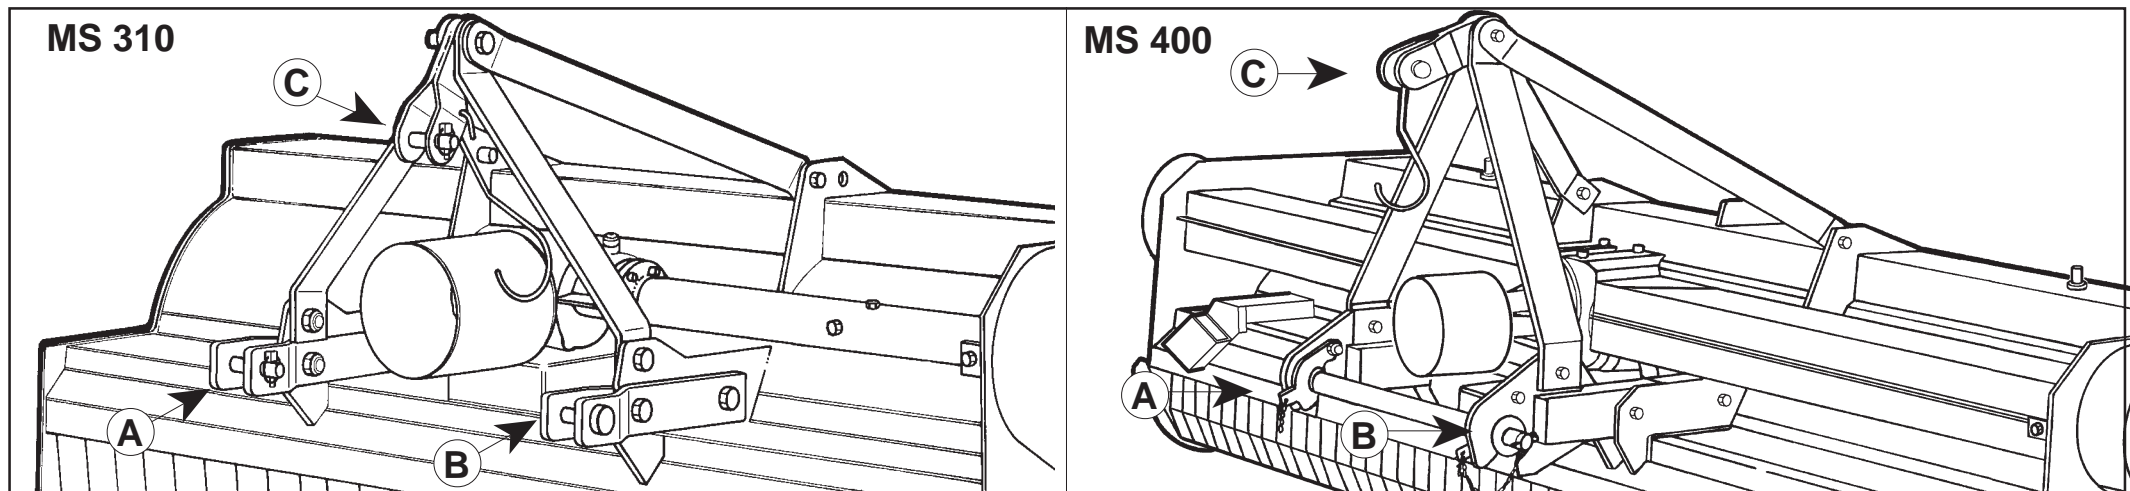

Fig. 10
Le piastre (A-B-C Fig. 10) vanno montate sempre e solo come illustrato in Fig. 10 con i fori posizionati anteriormente al tubo quadro.
*The plates (A-B-C fig. 10) are always mounted only as illustrated in fig. 10, with the holes positioned in front of the square tube.*
Die in Abb. 10 mit A-B-C angeführten Platten haben stets wie in dieser Abbildung aufgezeigt montiert zu werden - d.h. die Lochungen werden vor das Flachrohr gesetzt.
*Les plaques (A-B-C Fig. 10) ne doivent être montées que comme illustré sur la Fig. 10 avec les trous positionnés à l'avant du tube carré.*
Las placas (A-B-C Fig. 10) tienen que instalarse siempre y sólo como ilustrado en la Fig. 10, con los agujeros colocados adelante del tubo cuadrado.
- 1- Accostare le barre del sollevatore ponendole all'interno delle piastre (A-B-C Fig. 10), inserire il perno nel foro predisposto e bloccare con le copiglie a scatto.
- 1- *Near the lift bars, setting them in the most suitable plates (A-B-C Fig. 10). Insert the pin into the relative hole and lock in place with the snap-in split pins.*
- 1- Die Lenker des Krafthebers annähern und in die am besten geeigneten Platten schieben (A-B-C Abb. 10). Den Bolzen in das Loch stecken und mit dem einrastenden Splint blockieren.
- 1- *Approchez les barres du relevage en les plaçant à l'intérieur des plaques les plus appropriées (A-B-C Fig. 10), introduisez l'axe dans le trou correspondant et bloquez par les goupilles à encastrement.*
- 1- Acercar las barras del elevador poniéndolas dentro de las placas más indicadas (A-B-C Fig. 10), introducir el perno en el orificio y bloquear con los pasadores de resorte.
4 -Collegare il terzo punto superiore (C Fig.10) ed effettuare una corretta regolazione con il tirante, verificando che il piano superiore della macchina risulti parallelo al piano terra.
4 - Connect the upper third-point (C Fig. 10) and correctly regulate by means of the adjuster, checking that the upper surface of the machine is parallel to the ground. This is very important since it achieves parallelism between the axis of the machine and that of the tractor pto.
4 - Den oberen Kupplungspunkt (C Abb. 10) anschließen und den oberen Lenker korrekt einstellen. Sicherstellen, daß die obere Haubenkante der Maschine parallel zum Boden steht. Das ist sehr wichtig, um die Parallelität zwischen der Achse der Maschine und der der Schlepper-Zapfwelle zu erhalten. Wenn diese Parallelität gegeben ist, wird die Zapfwelle weniger belastet und das Leben von Gelenkwelle und Gerät wird verlängert.
4 - Reliez le troisième point supérieur (C Fig. 10) et réglez correctement à l'aide du tirant. Assurez-vous que le plan supérieur de la machine soit pratiquement parallèle au terrain. Ceci est très important en vue d'obtenir le parallélisme entre l'axe de la houe et celui de la prise de force du tracteur. Travailler dans ces conditions signifie limiter les sollicitations sur la prise de force et prolonger la durée de l'arbre à cardans, mais aussi de la machine.
4 - Conectar el tercer punto superior (C Fig. 10) y efectuar una correcta regulación controlando que el plano superior de la máquina resulte paralelo al plano al nivel del suelo. Esto es muy importante para obtener paralelismo entre el eje de la máquina y el eje de la toma de fuerza del tractor. Esto permite limitar los esfuerzos sobre la toma de fuerza misma y hacer durar el árbol cardánico y la máquina misma.